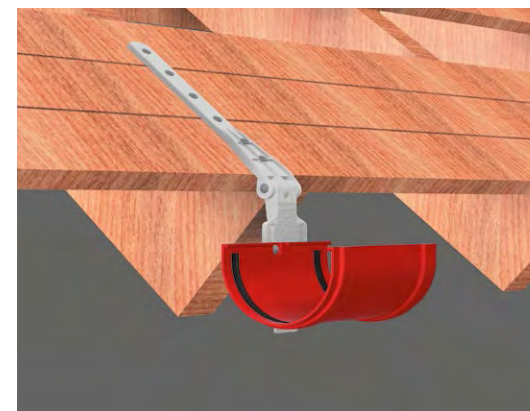

Рис. 29 Монтаж соединителей PREMIUM и STANDARD на регулируемые крепления
- Соединители желобов BC PREMIUM и STANDARD устанавливаются на одно крепление регулируемое (Рис. 29).
При использовании креплений регулируемых, соединители желобов PREMIUM и STANDARD устанавливаются на одно крепление и фиксируются на креплении регулируемом через проушины за счёт винтового соединения (Рис. 29).